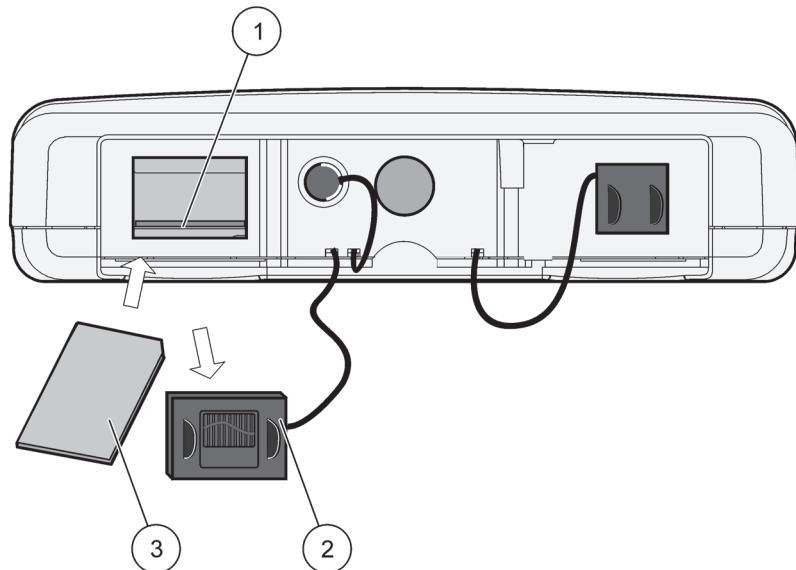

Рисунок 37 Вставка карты памяти в модуль дисплея
**Чтобы вставить карту памяти в модуль дисплея (Рисунок 37):**